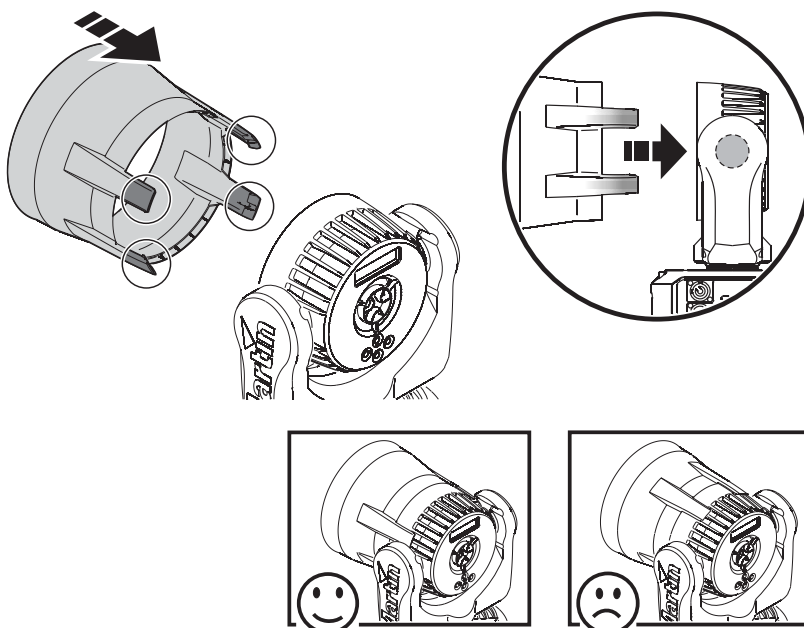

Figure 7: Clips de fixation du cône
1. Voir Figure 7. Alignez le cône pour que les paires de clips passent autour des axes de tilt sur les côtés de la tête.